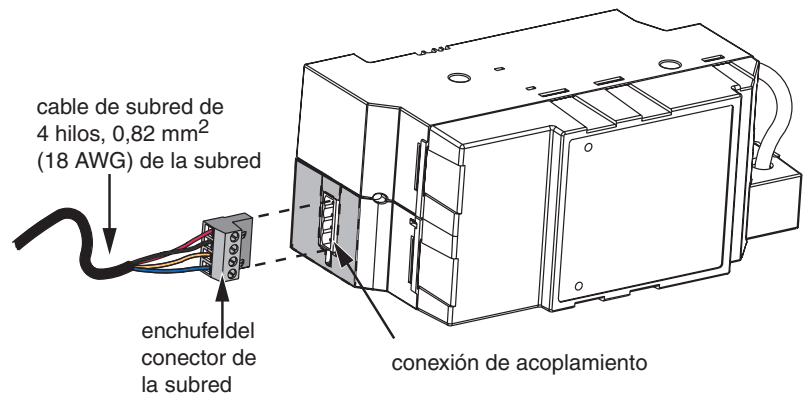

Figura 5: Conexión del enchufe del conector de la subred al suministro de energía
4. Enchufe el conector de la subred en la conexión de acoplamiento que se encuentra sobre el lado izquierdo del suministro de energía (vea la Figura 5).